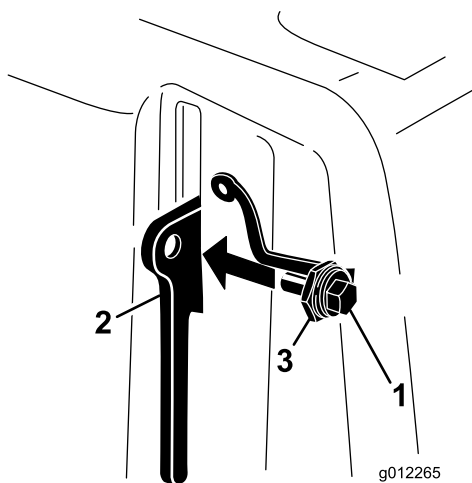

Figura 10
3. Inserite il bullone nella leva del dispositivo di fermo (Figura 10).